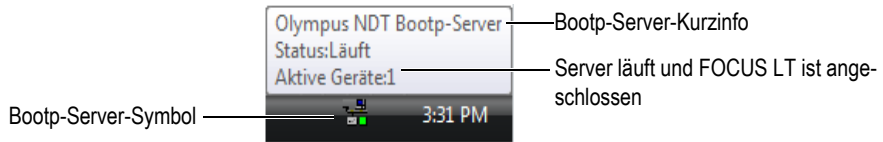

Abbildung 1-15 Bootp-Server-Symbol zeigt Betriebsbereitschaft an
6. Bewegen Sie den Mauszeiger über das Bootp-Server-Symbol () im Navigationsbereich der Windows-Taskleiste. Eine Kurzinfo erscheint (siehe Abbildung 1-15 auf Seite 36).